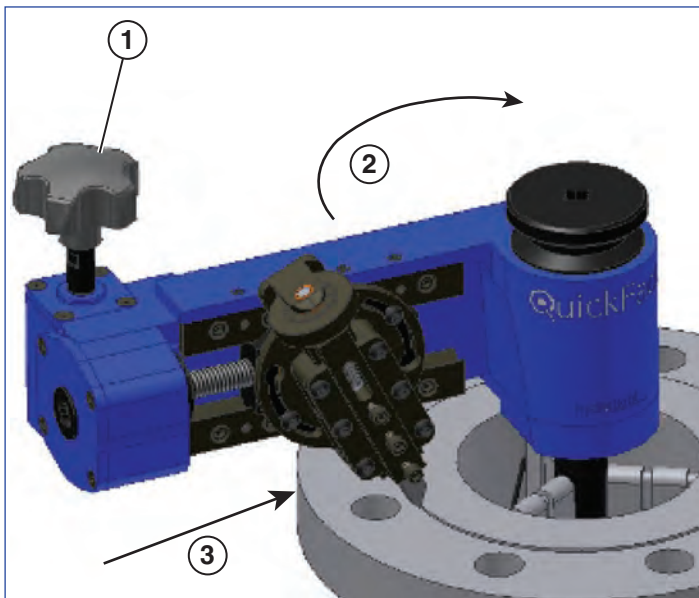

Figura 14
7. Afferrare fermamente la manopola di alimentazione con il palmo della mano. Ancora con una forte presa, tirare il QuickFace attorno al pezzo nella direzione oraria (**vedere la Figura 14**). Accertarsi che nel percorso di taglio o comunque entro i parametri operativi del QuickFace non ci siano lembi di abiti o altri ostacoli. Se il taglio necessita di un maggiore momento torcente di quanto supposto, arretrare la placchetta dell'utensile fuori dal taglio con la manopola di regolazione della profondità. **SE LA MACCHINA NON PUO' ESSERE CONFORTEVOLMENTE TIRATA ATTORNO AL PEZZO, ARRESTARE IL FUNZIONAMENTO E REGOLARE DI NUOVO LA PROFONDITA' DI TAGLIO.**